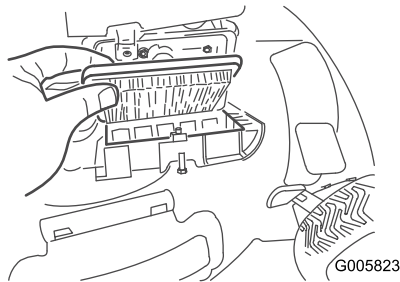

Figure 41
2. Remplacez le filtre à air (Figure 41).